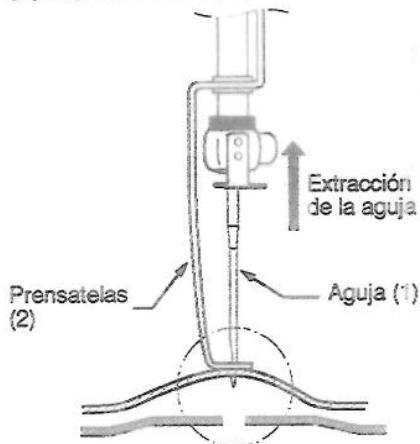

Figura 4-8
La Figura 4-8 muestra cuál es la situación si el prensatelas (2) no presiona la tela cuando la aguja (1) sale de ella, de modo que la tela se levanta junto con la aguja y se forma un hueco entre el reverso de la tela y la placa de agujas. Esto provoca rotura del hilo, omisión de puntadas y defectos de la tensión del hilo.